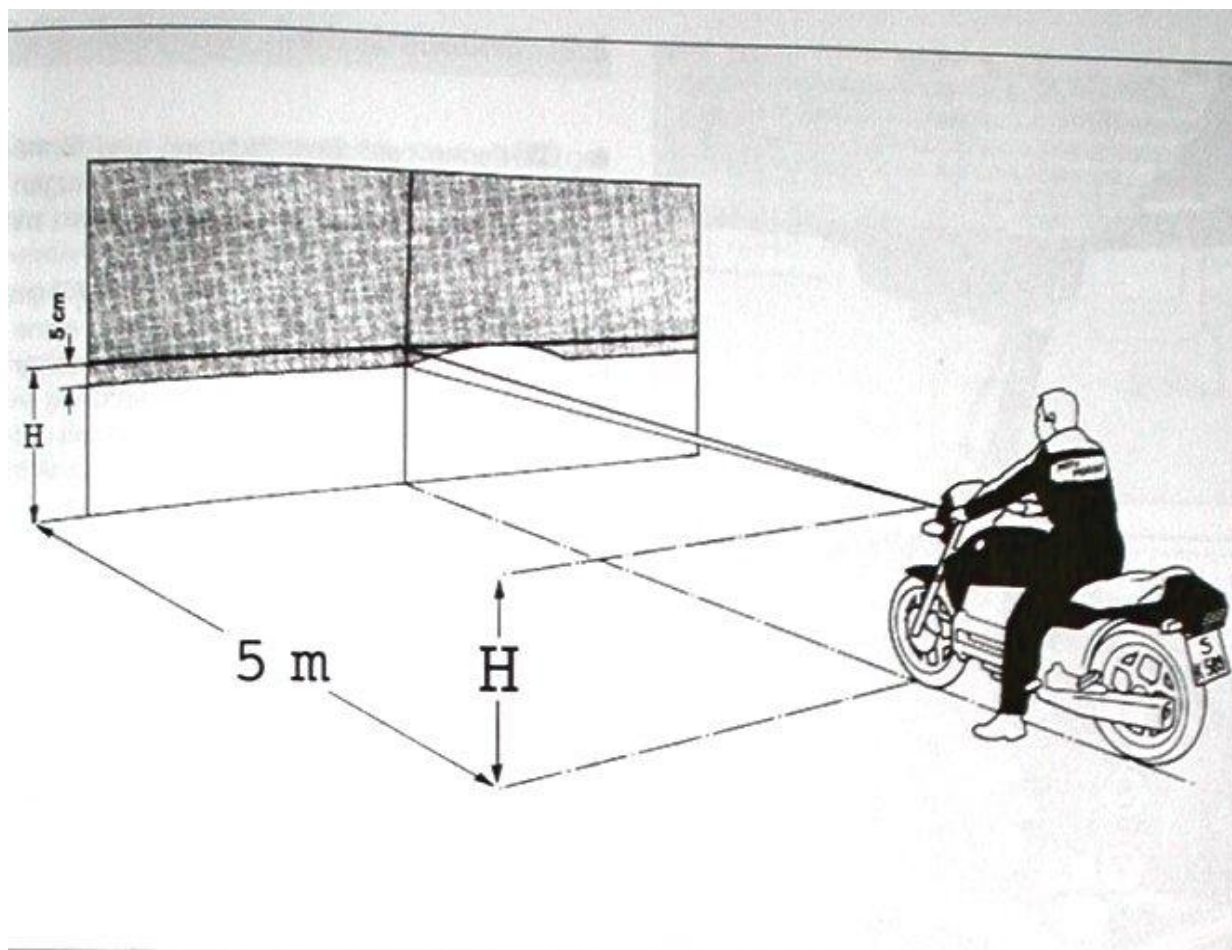

Bild 72
- Motorrad mit korrektem Reifenluftdruck und Federbeineinstellung auf Solobetrieb auf Rädern stehend und mit Fahrer belastet in Abstand von 5 m (ab Vorderradmitte) vor heller Wand auf ebenen Boden aufstellen (Bild 72).